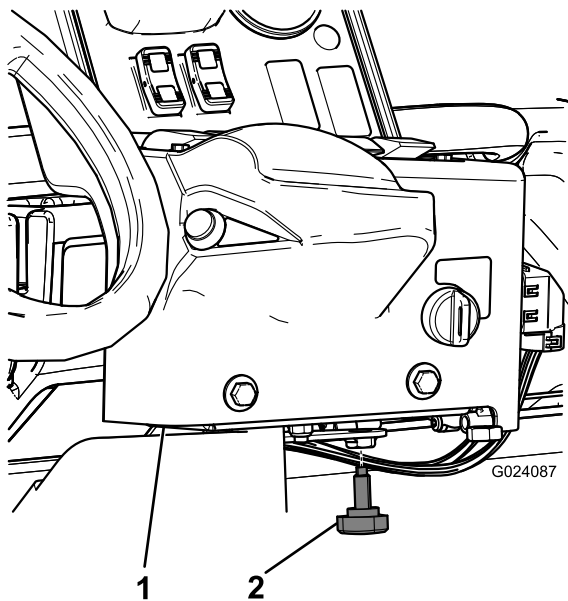

Bild 15
3. Montieren Sie das Handrad, um zu verhindern, dass sich die Konsole während des Betriebs dreht (Bild 15).